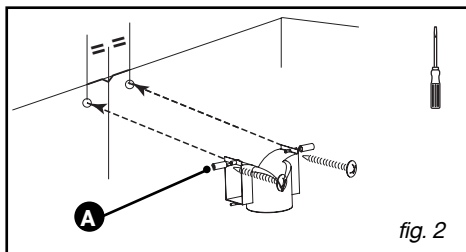

fig. 2
- Fije contra la pared, con los dos tornillos, el soporte metálico de la chimenea, apoyándolo contra el techo (fig. 2). Tenga cuidado de que el deflector quede centrado con respecto al trazo vertical hecho en la pared (fig. 2).
- Para los modelos > 700mm (A/fig2)